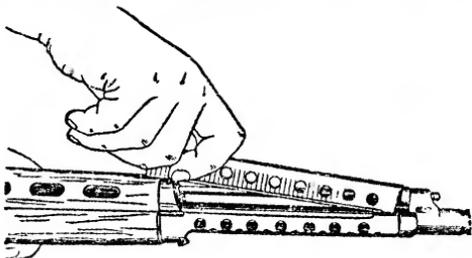

Рис. 64. Отделение верхнего кожуха
3. Отделить верхний кожух: правой рукой приподнять задний конец кожуха вверх (рис. 64) и, смещая его назад, отделить от ствола.